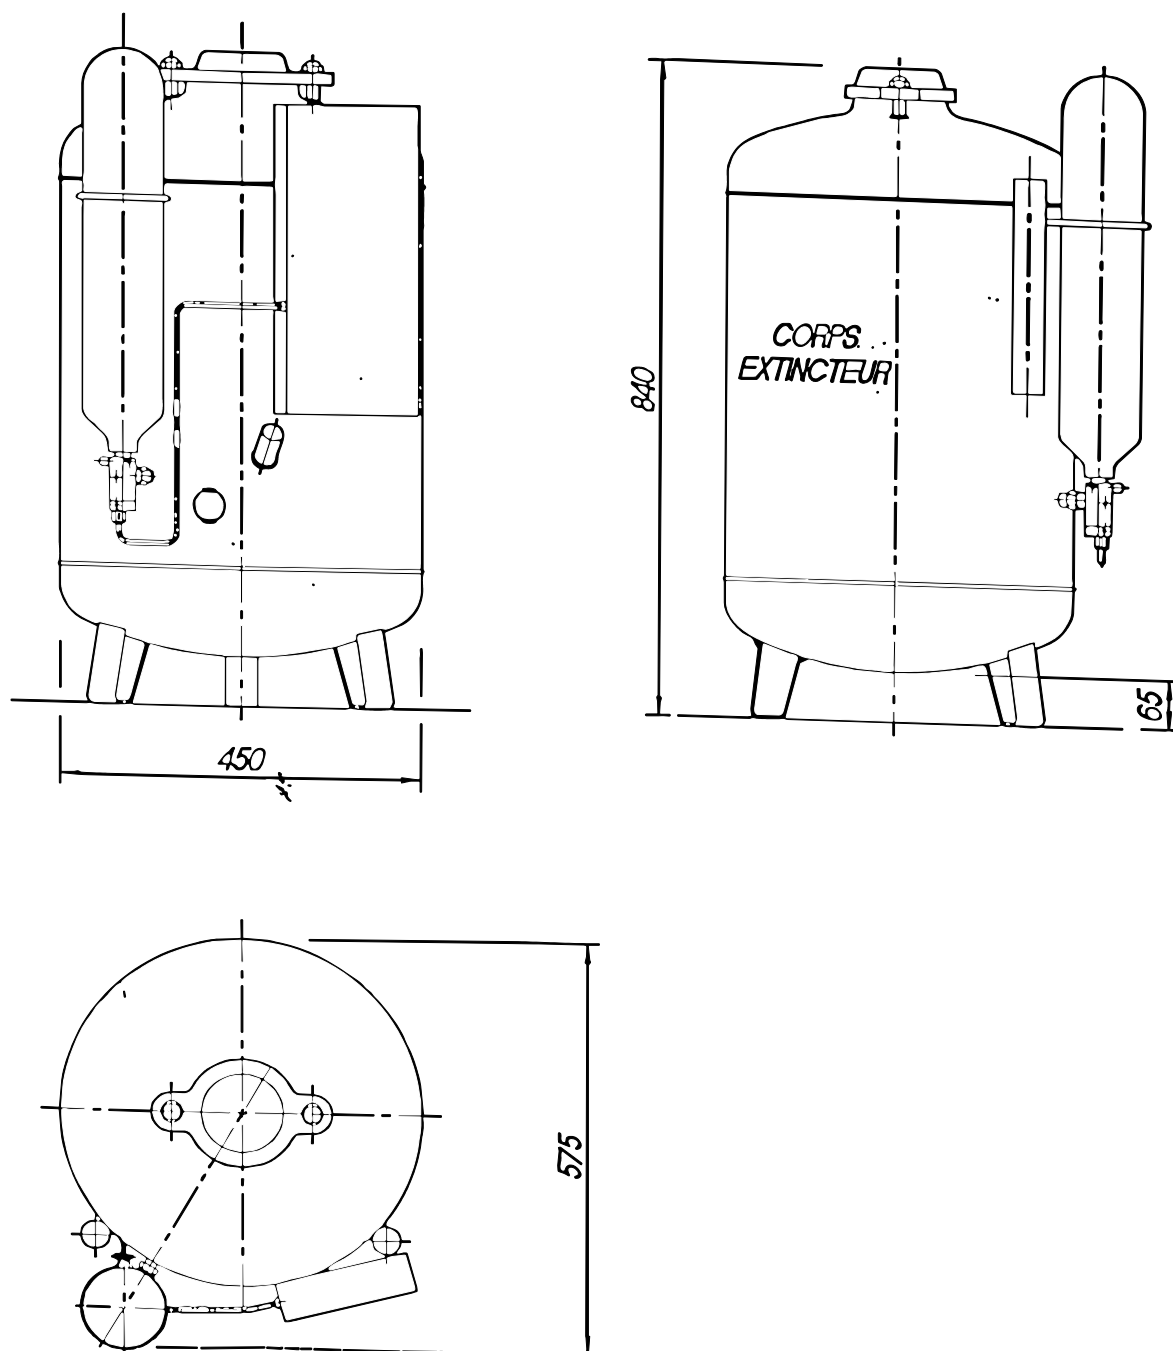

Figure 6 : réservoir MADEX II – P100
- Réservoir MADEX II – P100 (Cf. Figure 6, page 19).